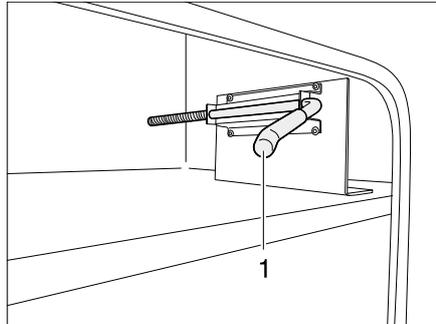

Bild 46 Sicherungshaken Außenklappe, Ausgangsposition
- Den Sicherungshaken (Bild 46,1) mit der anderen Hand herausziehen.
- Den Sicherungshaken vorsichtig in die Ausgangsposition (Bild 46,1) zurückschieben.